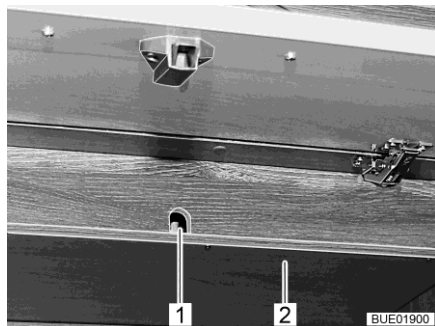

Fig. 216 Sportello sull'armadietto pensile
- Rimuovere la copertura (Fig. 216,2) sotto l'apertura di accesso (Fig. 216,1) della manovella.